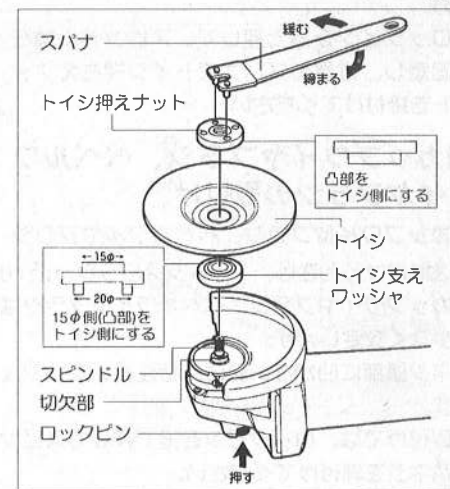

図3
■付属品トイシの取付け(図3参照)
⑧スピンドル凸(切欠)部に、トイシ支えワッシャの凸(切欠)部が噛合っていることを、確認してください。
⑨取外しは取付けの逆の手順で行ってください。